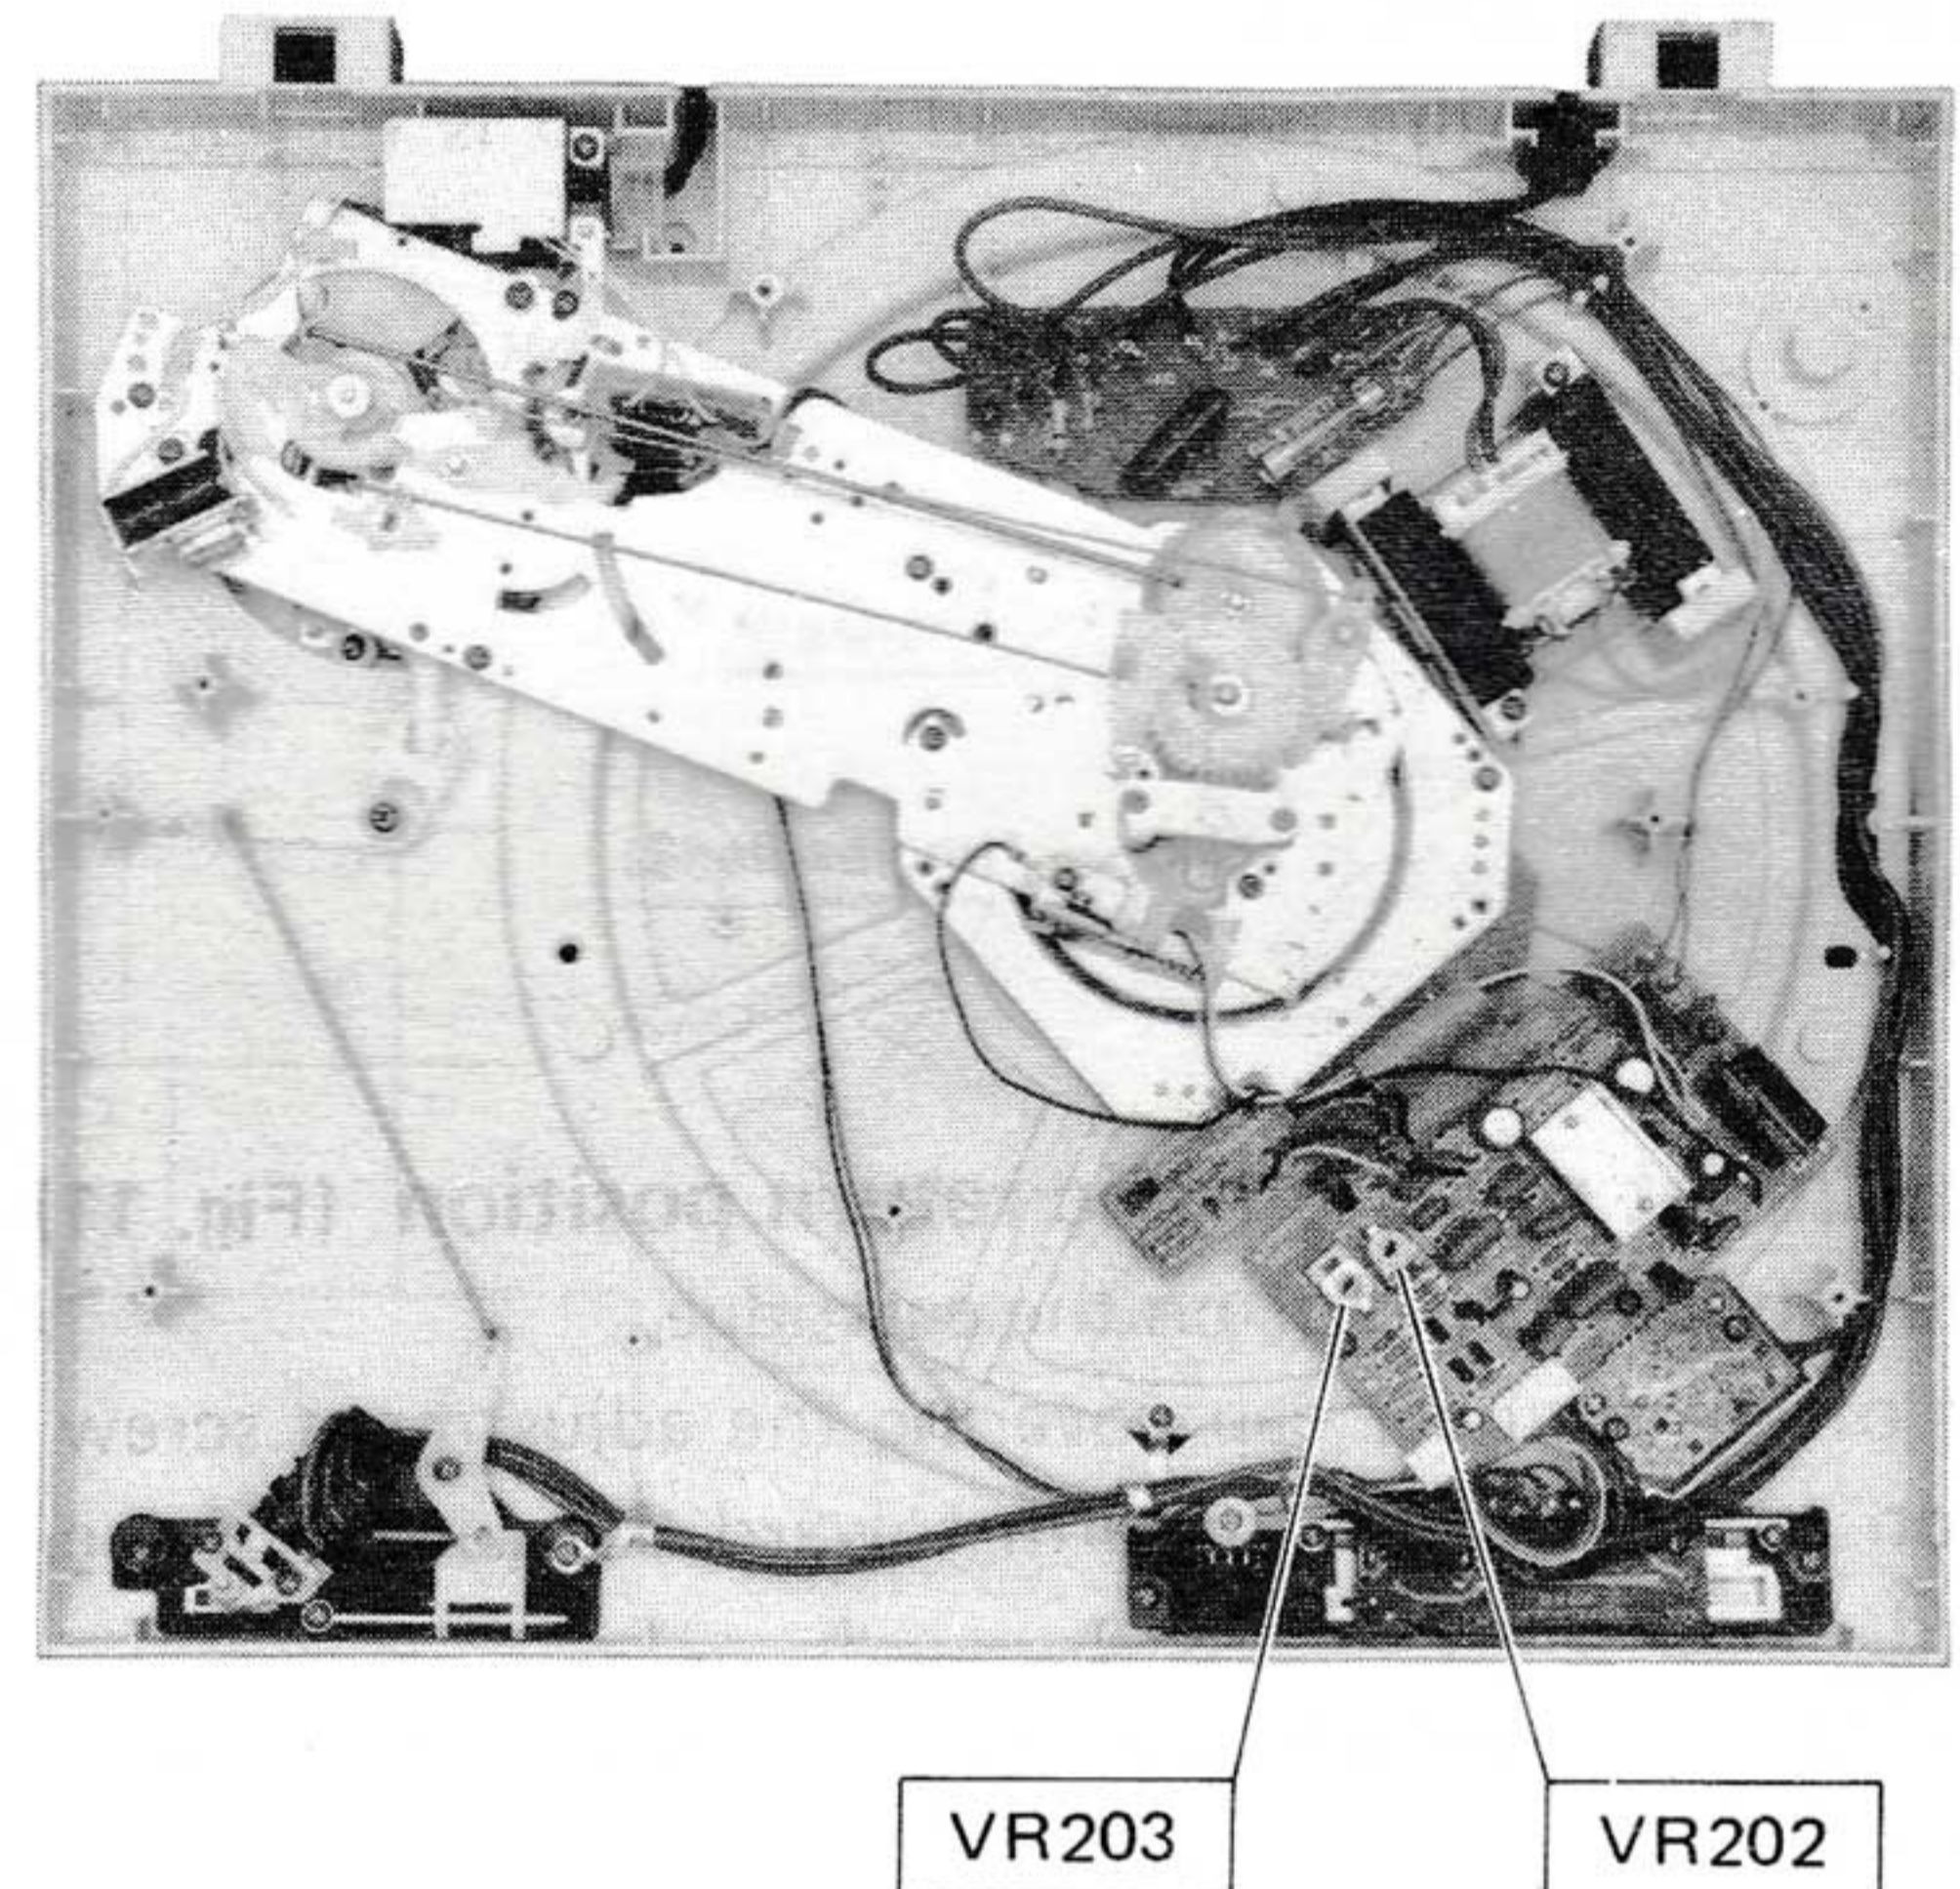

Fig. 14
6. Adjust VR202 by the screwdriver from under the set until the rated speed (45 r.p.m.) is obtained while checking it through the stroboscope. (See Fig. 14)
8. Adjust VR203 by the screwdriver until the rated speed (33-1/3 r.p.m.) is obtained while checking it through the stroboscope. (See Fig. 14)
(Abb. 14)
6. VR202 mit einem Schraubenzieher von der Unterseite des Gerätes her drehen, bis die Nenndrehzahl (45 U/min) erreicht ist, und gleichzeitig auf den Stroboskop überprüfen. (Siehe Abb. 14)
8. VR203 mit einem Schraubenzieher drehen, bis die Nenndrehzahl (33-1/3 U/min) erreicht ist, und gleichzeitig auf dem Stroboskop überprüfen. (Siehe Abb. 14)
6. Ajuster VR202 avec un tournevis à partir du dessous de l'appareil jusqu'à ce que la vitesse nominale de rotation (45 t/p.m.) soit obtenue tout en la vérifiant par l'intermédiaire du stroboscope. **(Voir Fig. 14)**
8. Ajuster VR203 avec un tournevis jusqu'à ce que la vitesse nominale de rotation (33-1/3 t/p.m.) soit obtenue tout en la vérifiant par l'intermédiaire du stroboscope. **(Voir Fig. 14)**